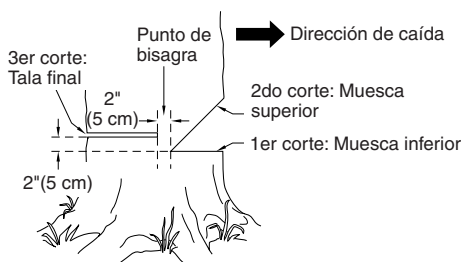

Figura 12 - Tala de un árbol
La preparación correcta de una muesca determinará la dirección en que caerá el árbol. Corte la muesca del lado del árbol correspondiente a la dirección en la cual desea que éste caiga (vea la Figura 12). Siga las instrucciones a continuación para cortar la muesca.
1. Haga el corte inferior de la muesca tan cerca del suelo como sea posible. Sujete la sierra de modo que la barra de guía se encuentre en posición horizontal. Corte a través del tronco del árbol hasta atravesar 1/3 de su diámetro (vea la Figura 12). *Nota:* Haga siempre este corte inferior horizontal en primer lugar. Si la hace en segundo lugar, el árbol puede presionar la cadena o la barra de guía.
*Por ejemplo:* Si el corte inferior tiene una profundidad de 20 cm, comience el corte superior 20 cm por encima de aquél. Corte en dirección hacia abajo y a un ángulo de 45°. El corte superior de la muesca debe llegar y unirse al punto final del corte inferior (vea la Figura 12).
1. Haga el corte de tala final 5 cm por encima del corte inferior de la muesca y sobre el lado opuesto del árbol (vea la Figura 12). Mantenga el corte de tala final paralelo al corte inferior de la muesca.
**⚠ ADVERTENCIA:** No atraviese el árbol completamente. Deje alrededor de cinco centímetros de diámetro sin cortar, directamente detrás de la muesca (vea la Figura 12, página 30). Esta porción sin cortar funciona a manera de bisagra. La bisagra ayuda a evitar que el árbol se tuerza y caiga en la dirección equivocada.